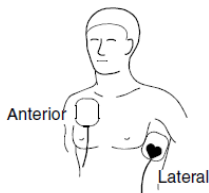

図 2：患者への電極の取付け
- (1) 電源ボタンを押し電源を入れる。本品の音声指示若しくはスクリーン指示又はその両方に従って操作する。
- (2) 除細動電極を図 2 のとおり患者に取り付ける。
- (1) 本品は電源を入れた際、常に半自動モードで動作する。半自動モードで動作中にメニューボタンを押し、続いて「Yes」が割り当てられたソフトキーを押して手動モードに動作を変更する。
- (3) スクリーンに表示される心電図が除細動を必要とする波形であった場合、「充電」が割り当てられたソフトキーを押して充電を開始する。
- (4) 充電が完了し通電ボタンが点滅し始めたら、通電ボタンを押して除細動を行う。
- (5) 除細動が必要ないと判断した場合には、通電ボタンが点滅し始めてから 15 秒以内に「充電中断」が割り当てられたソフトキーを押して、通電を中止することが可能である。
- (3) 「解析」が割り当てられたソフトキーを押して、患者の心電図の解析を行う。解析の結果、除細動対象の場合には自動的に充電が開始される。
- (3) 患者の心電図のモニタが開始される。除細動対象の心電図波形が検出された場合には、除細動電極を接続するよう指示が出される。
- (4) ECG ケーブルを本品から取り外し、除細動電極を接続する。
- (5) 除細動電極を図 2 のとおり患者に取り付ける。その際、心電図電極から少なくとも 2.5cm 以上離して取り付ける。また、必要に応じて心電図電極を取り外す。
- (6) 本品の音声指示若しくはスクリーン指示又はその両方に従い操作する。